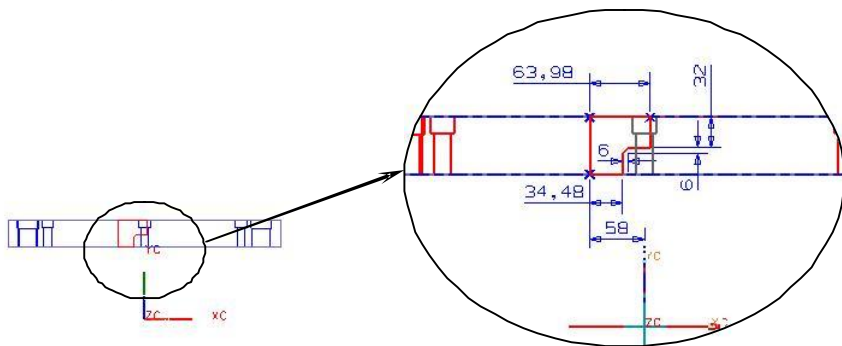

图7-79
23. 在【成形特征】工具条中单击【草图】按钮，弹出【基准平面】悬浮工具条。单击【YC-ZC】和【确定】按钮进入二维草图界面绘制草图轮廓，如图 7-79 所示。